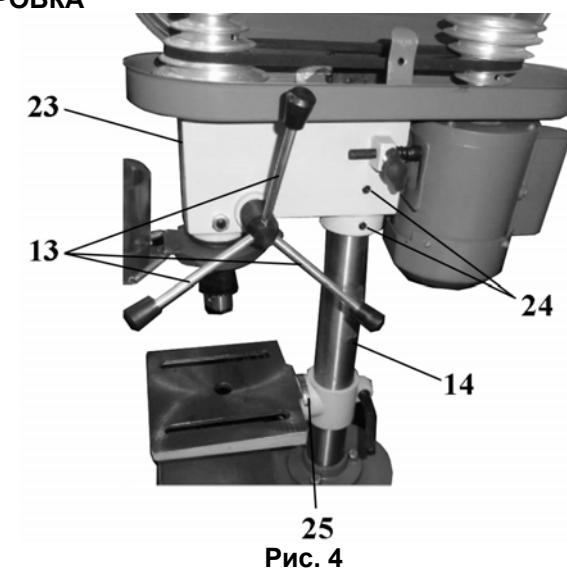

Рис. 4
- трещины металлоконструкции шпиндельной головки (23), Рис. 4;
9.4. Аккуратно установите на колонну (14) шпиндельную головку станка (23), Рис.4, предварительно ослабив винты фиксации (24), Рис.4. Поворачивая шпиндельную головку (23) на колонне (14), Рис.4, убедитесь, что она «села» до упора. Положение шпиндельной головки зафиксируйте винтами фиксации (24), Рис.4.